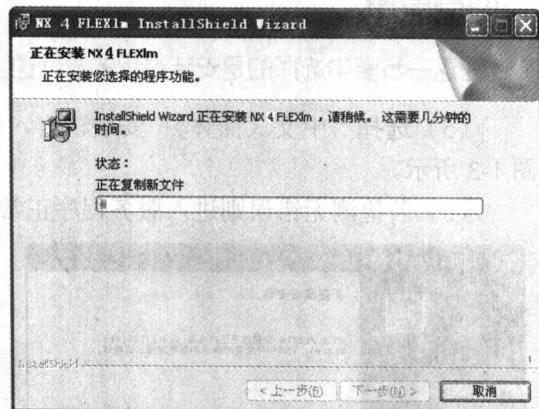

图 1-8 NX 4 FLEXlm 程序安装界面
- (11) 单击  按钮开始 NX 4 FLEXlm 程序的安装, 如图 1-8 所示。